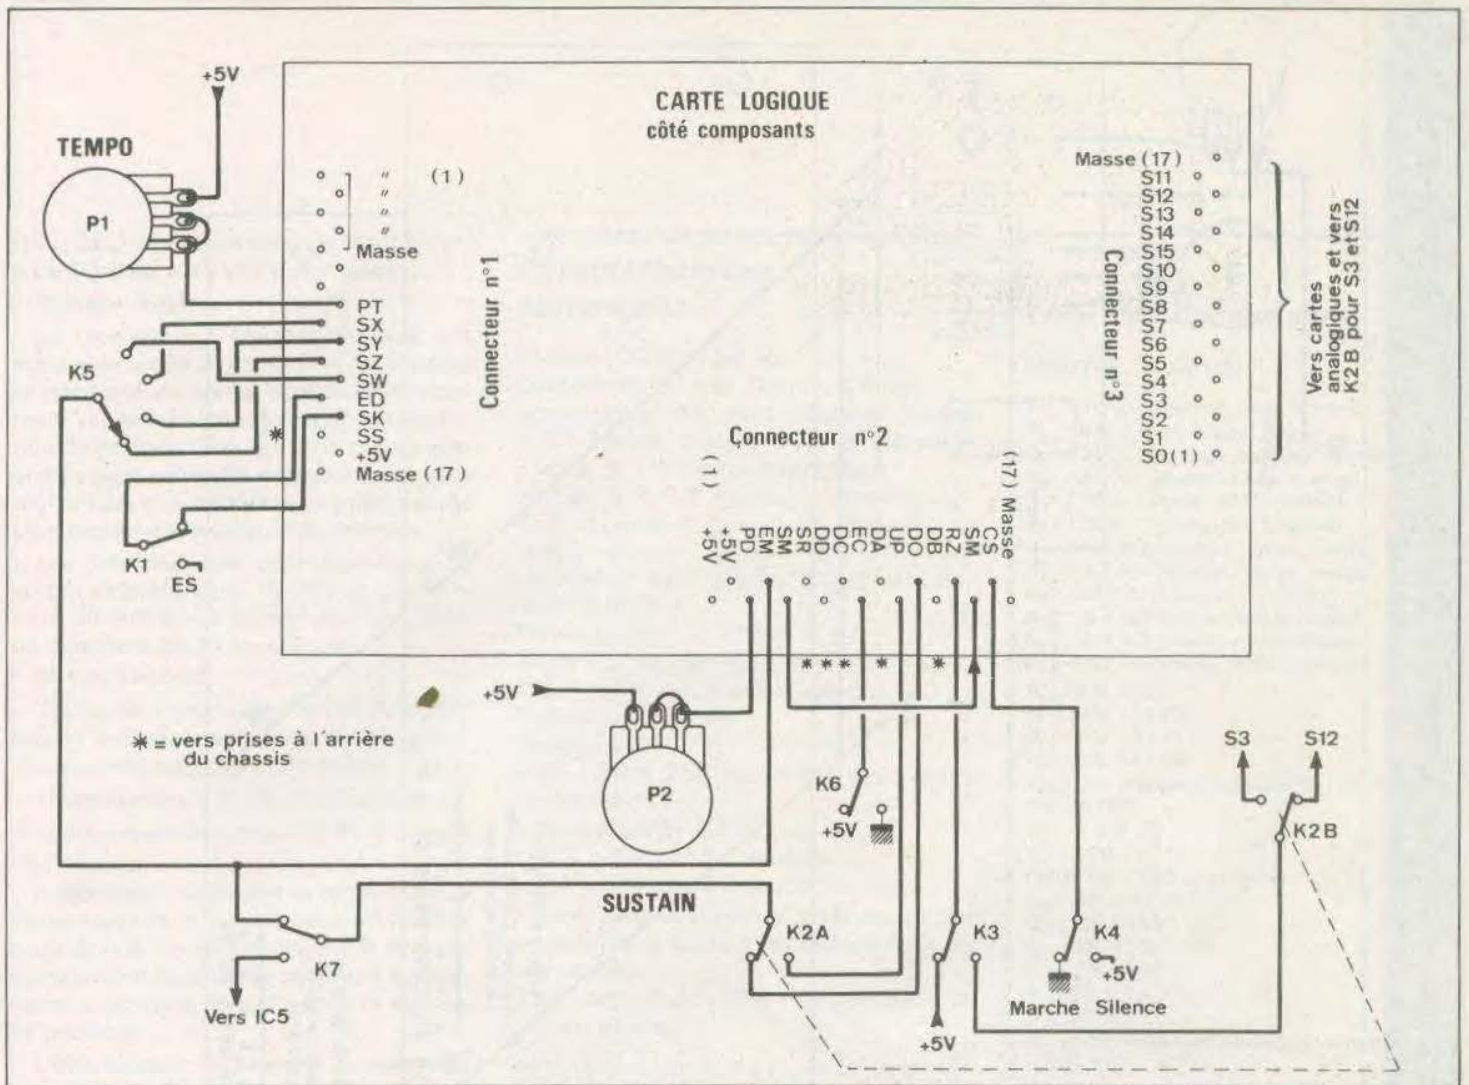

Fig. 14. - Pour le câblage de la carte logique, on utilisera de préférence du fil de différentes couleurs compte tenu du nombre de liaisons à réaliser.
1) Partie logique (câblage figure 14).